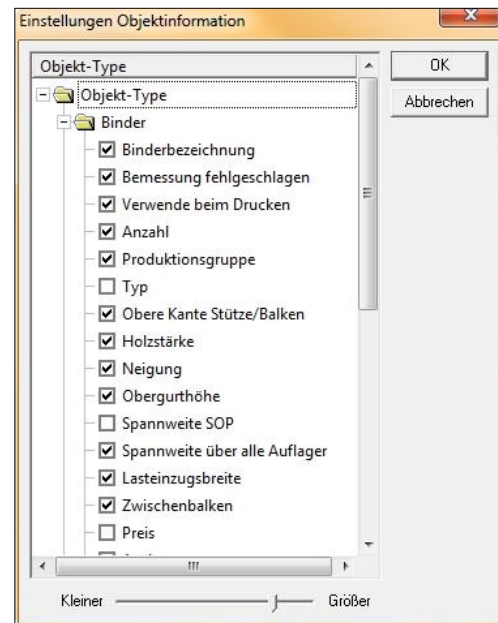

Abb. A5
Die **Objektinformation (X)** kann, genau wie auch die Statusleiste, über „Anzeigen“ die **Objektinformation** aktiviert bzw. deaktiviert werden. Sie gelangen über die rechte Maustaste in der Objektinformationsanzeige zu den Einstellungen. In dem Dialogfenster *Einstellungen Objektinformation* (Abb. A5) können Sie die anzuzeigenden Angaben zu Binder, Wände und Dachflächen wählen. Mit Hilfe des Schiebereglers (*Kleiner > Größer*) kann die Größe der Objektinformationsleiste, je nach Bildschirmauflösung, eingestellt werden.